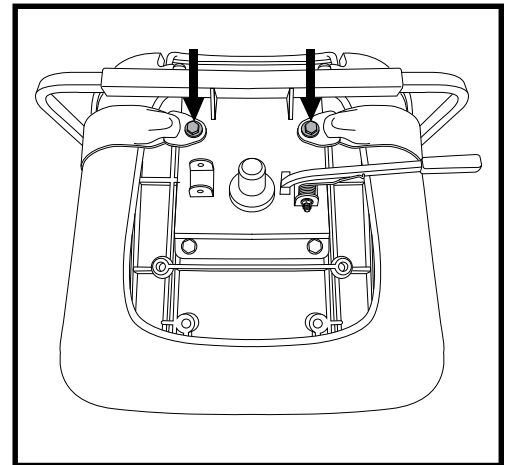

Figure 29. Boulons du ceinture de positionnement
2. Placez le siège à l'envers pour faire face à sa base. Voir la figure 29.